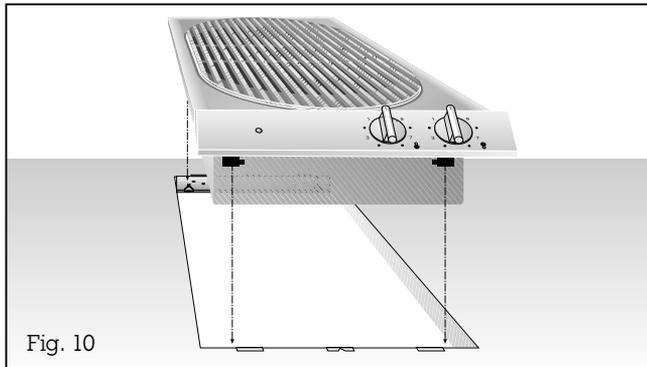

Fig. 10
– **Insérez l'appareil dans le plan de travail** en faisant en sorte que les ergots reposent précisément sur les ressorts de blocage. Enfoncez l'appareil fermement dans le plan de travail : les ergots de l'appareil se verrouillent dans les ressorts des rails (fig. 10).